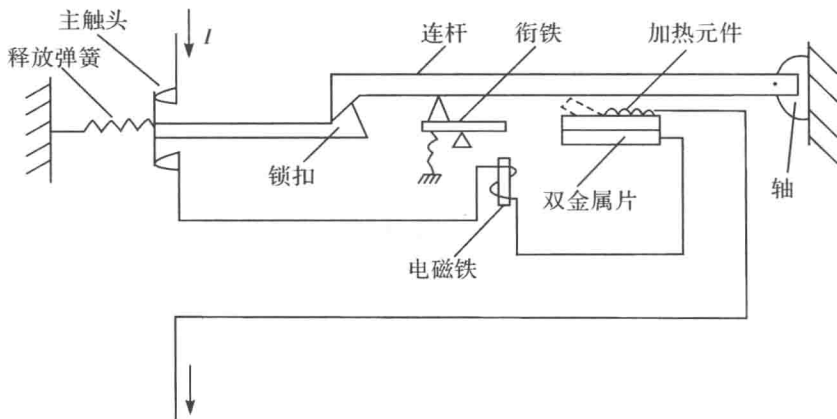

图 1.7 DZ47-63 型低压断路器的原理图
(3) 低压断路器的工作原理。低压断路器有四个组成部分:触头系统、灭弧系统、脱扣器、传动和操作机构。图 1.7 为常用的 DZ47-63 型低压断路器的结构原理。断路器处于正